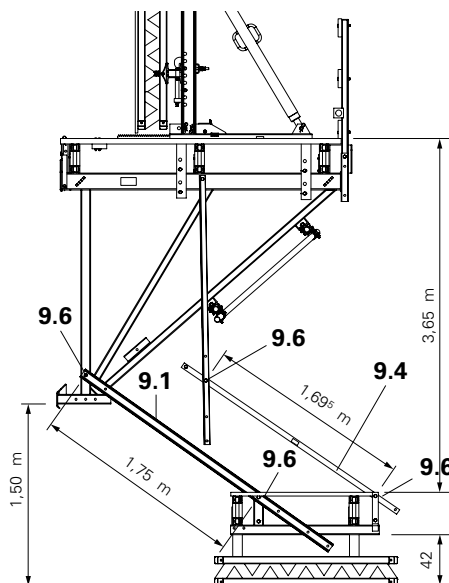

Fig. B1.28.1
Foro superiore o inferiore a seconda dell'altezza di getto, v. Fig. B1.28.1 – B1.28.4.
5. Avvitare (9.6) il montante parapetto 190 (9.4) o 370 (9.5) al montante parapetto 200 (9.3) senza stringere. Foro superiore o inferiore a seconda dell'altezza di getto, v. Fig. B1.28.1 – B1.28.4. Agganciare la controventatura (6.3/7.3).
(Fig. B1.28.1)